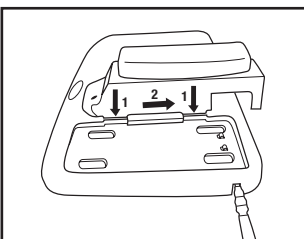

Fig. 1b
- Carregador de Bateria de 4 Estações da 3M™: Insira o TR-640 em uma das portas de carregamento e deslize para trás até travar no lugar apropriado (Fig. 1b). (**NOTA:** A Fonte de Alimentação TR-941N de Estação Individual Versaflo™ da 3M™ não é usada com a TR-640, quando o carregador de 4 estações estiver sendo usado). Insira o cabo de alimentação de DC da fonte de alimentação, fornecida junto com o kit, na base de 4 estações. Plugue o cabo de alimentação numa fonte de AC (100-240 V), como uma tomada. Você pode proceder à carga de qualquer combinação até 4 Baterias da 3M™, ao mesmo tempo.